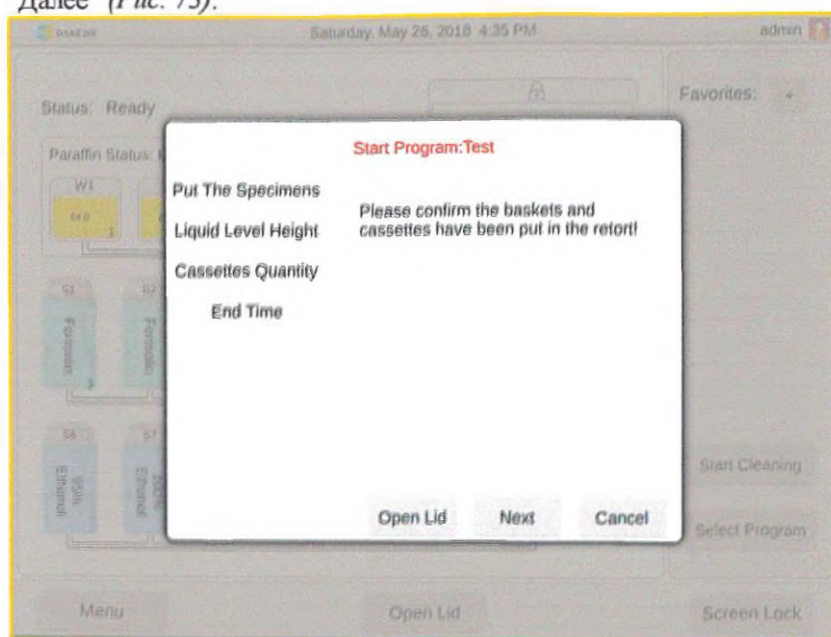

Рис. 73
- Откроется окно подтверждения. После подтверждения нажмите кнопку "Далее" (Рис. 73).